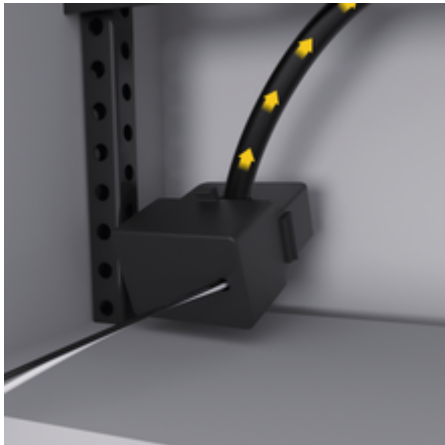

Abb. 14: Einbaubeispiel Stromwandler
- ▶ Installationsleitung in Stromwandler einlegen und Kappe des Stromwandlers verschließen ((Abb. 14), gelber Pfeil).